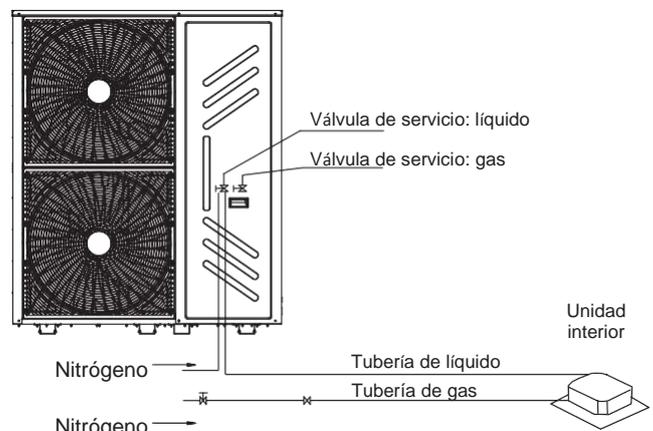

Fig.5-8
- NO haga presión directamente a la válvula de corte. (Ver Fig. 5-8) Para la prueba de estanqueidad no se debe usar oxígeno, gases inflamables ni tóxicos.